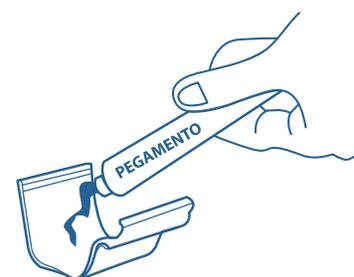

Figura 14. Aplicación de pegamento a las uniones.
- Aplica pegamento a toda la superficie interior de las uniones (ver Figura 14). La superficie a unir deberá estar limpia y libre de polvo, humedad o cualquier contaminante.